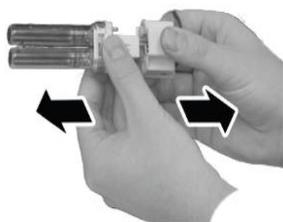

Рис. 35
5. Достаньте старую ультрафиолетовую лампу из держателя (рис. 35).